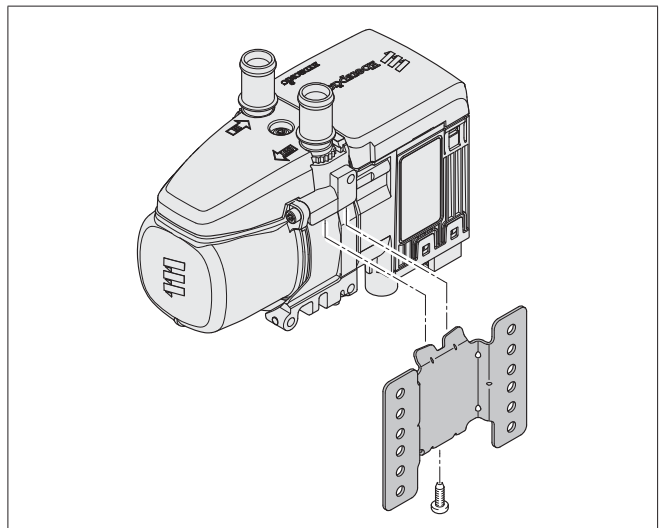

Bild 5
- Sätt in värmaren i hållaren och fäst den vid hållaren med en skruv M6 x 16, nyckelvidd T30 (åtdragningsmoment: 10+1 Nm), se Bild 5.